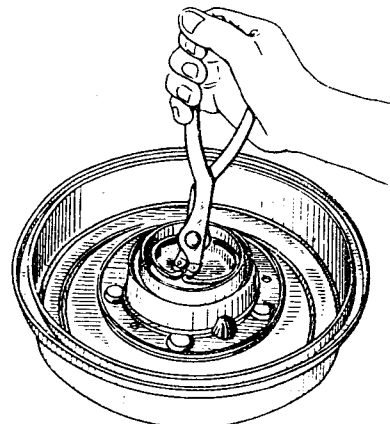

Bild 167. Ausbau des Druckringes des Radnabenlagers
2. Druckring des Innenlagers mit einer Zange abnehmen (Bild 167).